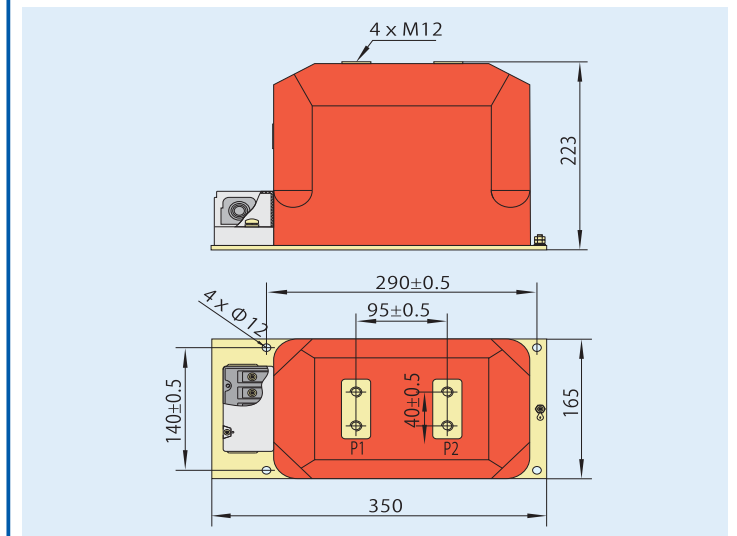

Рис. 6.1 Внешний вид и размеры трансформатора тока LZZBJ9-10D1
6. Внешний вид и размеры (см. рис. 6.1)